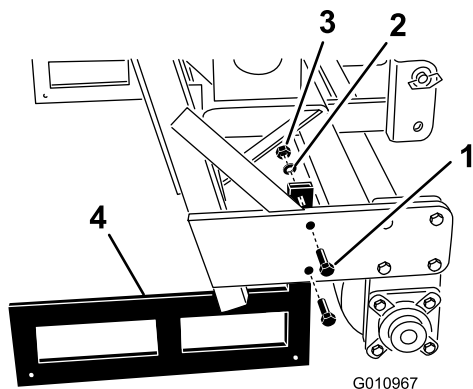

Figura 32
2. Retire os parafusos, as anilhas de bloqueio e as porcas que fixam os suportes de armazenamento a cada extremidade do arejador (Figura 32).